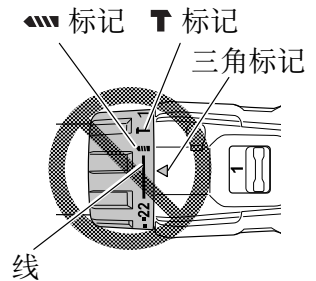

图 16
- 当离合器转盘位于“22”和钻机标记中部的线之间时，请勿使用本机，否则会造成损坏。（请参照图 16）